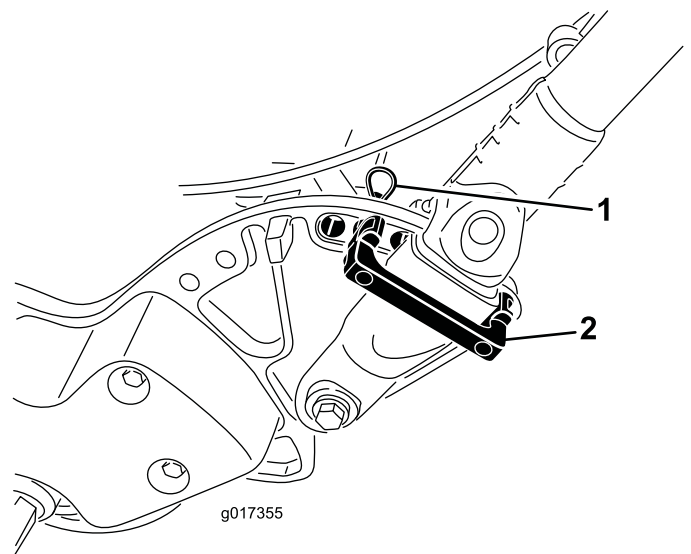

図 9
1. ハンドルを支えながら、ハンドルクランプをサイドプレートに固定しているケーブルタイを外す図 9。
2. 希望する高さ位置にハンドルをセットし、ハンドルクランプの上からハンドルリテーナを差し込んでサイドプレートの穴に通す図 9。
3. ヘアピンコッターでクランプを固定する図 9。